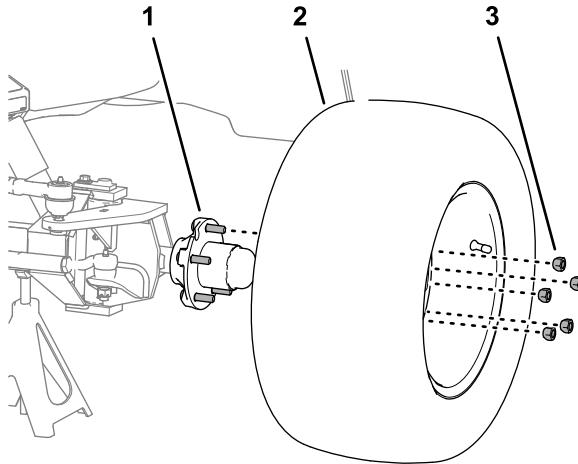

図4
2. 左側のタイヤとホイールをホイールハブに固定しているホイールナット5個を取り外し、ホイールをマシンから取り外す(図4)。